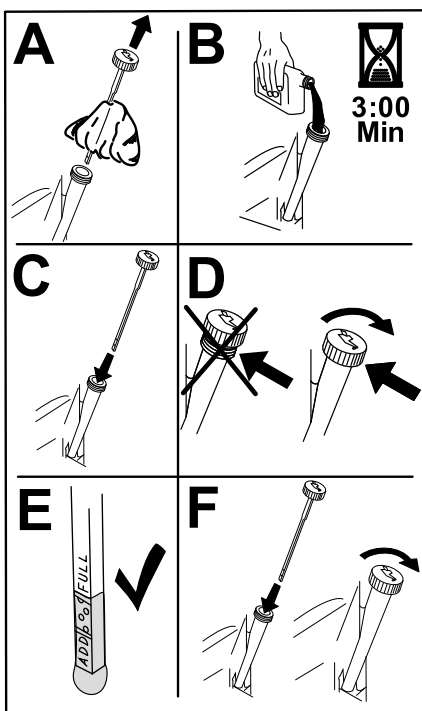

Figure 38
5. Versez lentement environ 80 % de l'huile spécifiée dans le tube de remplissage, puis faites l'appoint lentement jusqu'à ce que le niveau atteigne le repère maximum (**Full**) (Figure 38).
3. Remplissez le carter moteur d'huile neuve du type correct (Figure 38).